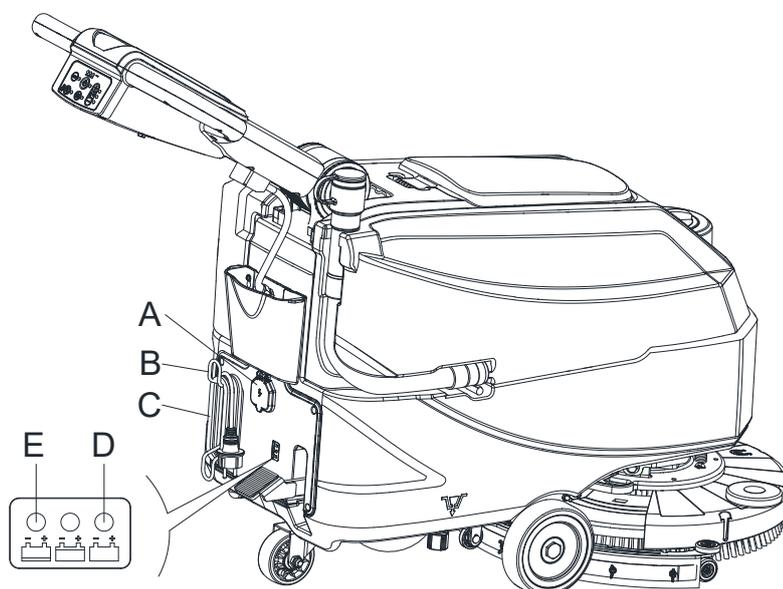

Figure 13
1. Branchez le câble du chargeur de batterie (C, Figure 13) sur le secteur (A) la tension et la fréquence du secteur doivent être compatibles avec les valeurs du chargeur de batterie indiquées sur la plaque de numéro de série de la machine (41, Figure 2). Lorsque le chargeur de batterie est branché sur le secteur, toutes les fonctions de la machine sont automatiquement coupées. Si le voyant d'avertissement rouge (E) du panneau de commande du chargeur de batterie reste allumé, cela signifie que le chargeur de batterie charge les batteries.
2. Lorsque le voyant d'avertissement vert (D) s'allume, la charge des batteries est terminée.
3. Une fois terminée la charge de la batterie, débranchez le câble du chargeur de batterie (C) de l'alimentation électrique (A) et enroulez-le autour de son boîtier (B).